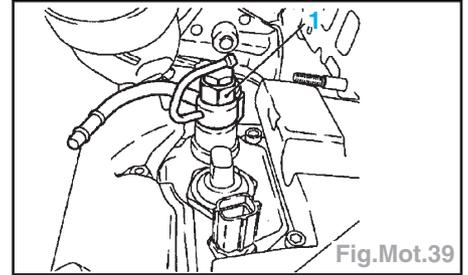

Fig.Mot.39
Nota : Ne pas dévisser le clapet anti-retour (SW14) de la vis creuse. Dévisser avec précautions la vis creuse (1) (SW17) et obturer l'orifice (Fig.Mot.39).